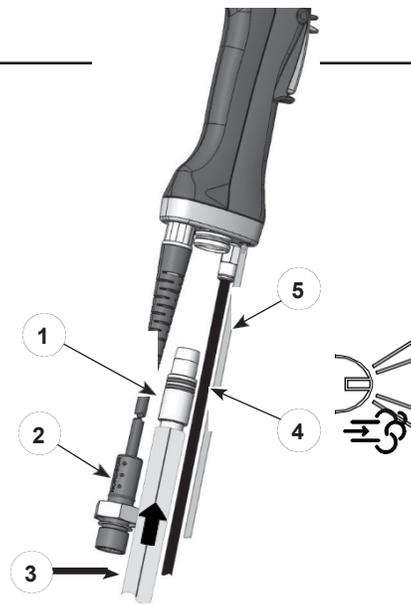

Figure 3 Connexions du pistolet de pulvérisation
1. Voir la figure 3. Connecter le tuyau d'air noir de 6 mm (4) au raccord à déconnexion rapide de l'unité de traitement de l'air de l'unité de traitement de l'air.